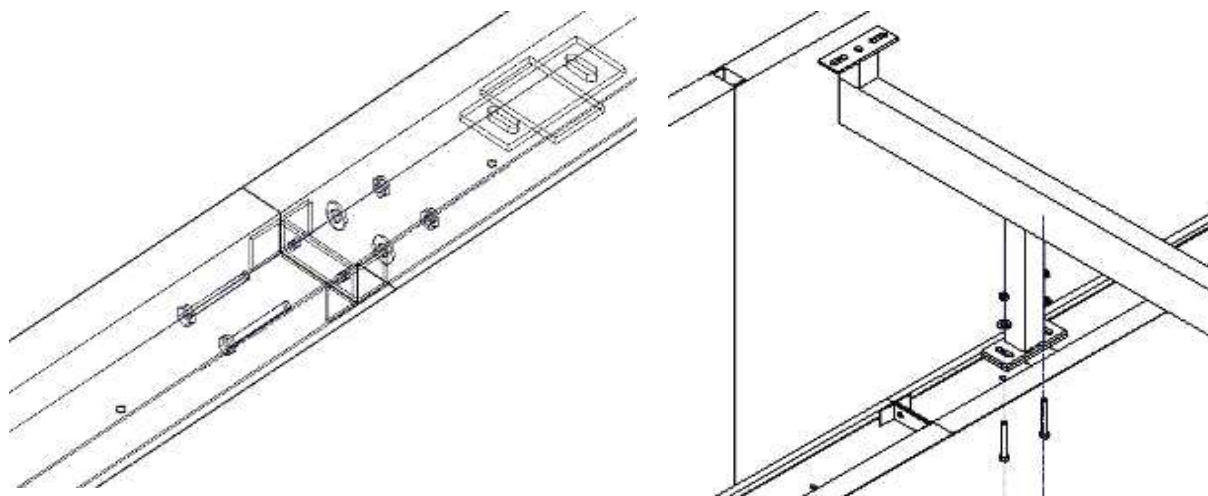

Рис. 2.11
2. Установите верхнюю панель и уплотнитель, см. рис. 2.11